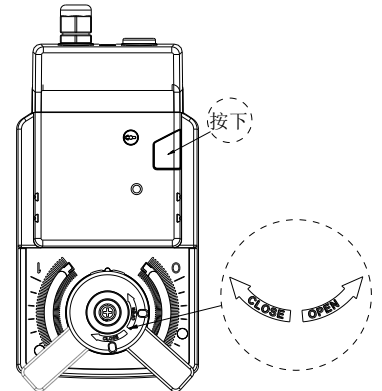

图 7
3. 如图 7, 按下离合按键, 可手动转动手柄使阀体开关(力过大转不动时需要用工具辅助)。